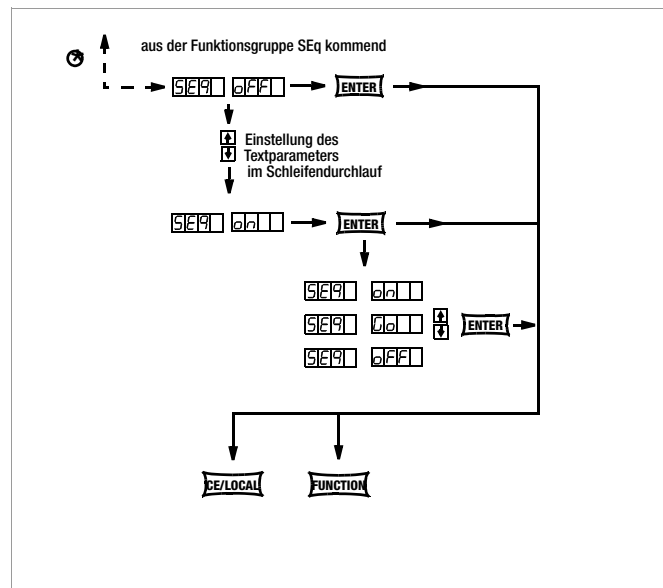

Bild 4.7.3 I SEQUENCE vorbereiten bei Software < REL. 003
Bild 4.7.3 e Weg zur Einstellung von tdEF
Bild 4.7.3 f Weg zur Einstellung der Start-Adresse
Bild 4.7.3 g Weg zur Einstellung der Stopp-Adresse
Bild 4.7.3 h Weg zur Einstellung der Wiederholungen reP
Bild 4.7.3 i Vorbereiten einer SEQUENCE
Bild 4.7.3 j Vorbereiten einer Schrittsteuerung
Bild 4.7.3 k Vorbereiten eines SEQUENCE-Starts
- Für **SSP-KONSTANTER mit Software-Version < REL. 003** gilt als Vorbereitung zum Einstellen und Start der SEQUENCE die Vorgehensweise aus Bild 4.7.3 II!
Bild 4.7.3 m Festlegen aller notwendigen Werte für eine SEQUENCE